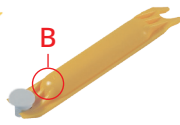

Fig. 17
2. Gebruik uiteinde 'A' van de pinverwijderaar om een as te verwijderen (Fig. 17)